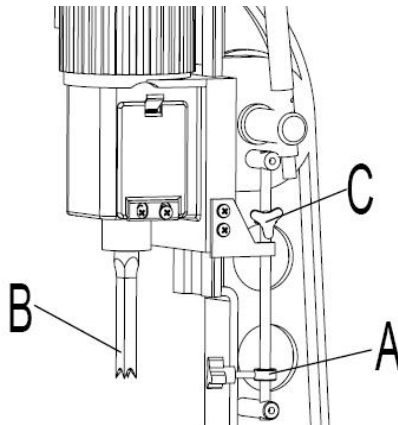

Abb. 11
Eine Tiefenbegrenzung (A) Abb. 11 dient zur Begrenzung der Tiefe des Meißels (B). Um die Tiefenbegrenzung (A) einzustellen, lösen Sie die Schraube (C) und senken Sie den Kopf ab, bis der Meißel (B) die gewünschte Tiefe erreicht hat. Senken Sie die Tiefenbegrenzung (A) ab, bis sie die gewünschte Tiefe erreicht hat, und ziehen Sie die Schraube (C) fest.